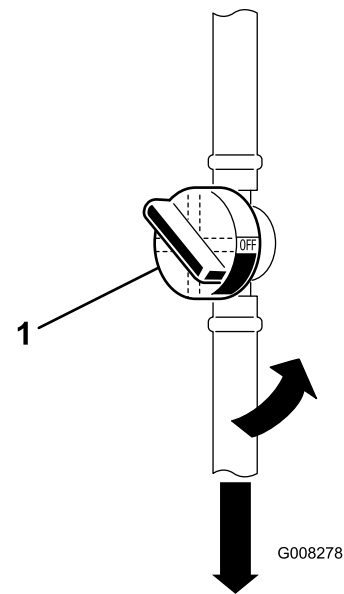

Figura 29
- Cierre la válvula de cierre de combustible (Figura 29).
- Apriete los extremos de las abrazaderas y deslícelas por el tubo alejándolas del filtro de combustible usado (Figura 29).